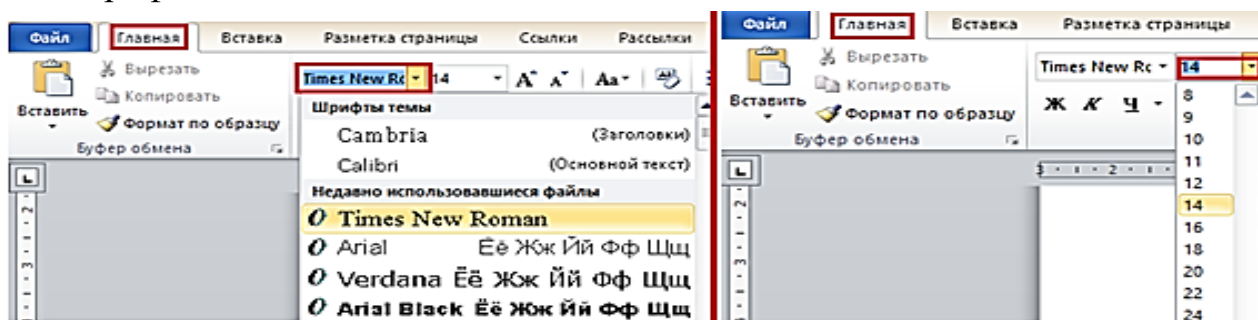

Рис. 39. Выбор и размер шрифта
2. В раскрывающемся списке **Шрифт** группы **Шрифт** вкладки **Главная** или мини-панели инструментов выбрать *шрифт* или *размер* (рис. 39). При наведении указателя мыши на выбираемый *шрифт* или *размер* срабатывает функция динамического просмотра, и *фрагмент* текста отображается указанным шрифтом.